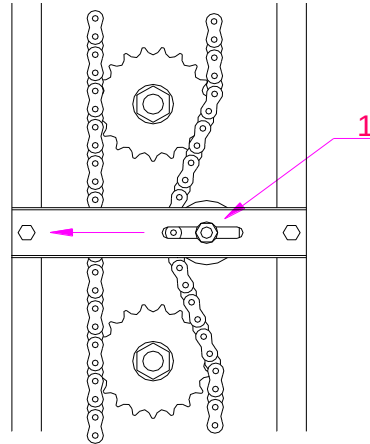

Fig.9
b) svitare leggermente la vite (1) Fig 9 e spostare il tenditore a fianco, ricollegare il tenditore premendo la vite (1) quando la catena è allungata.